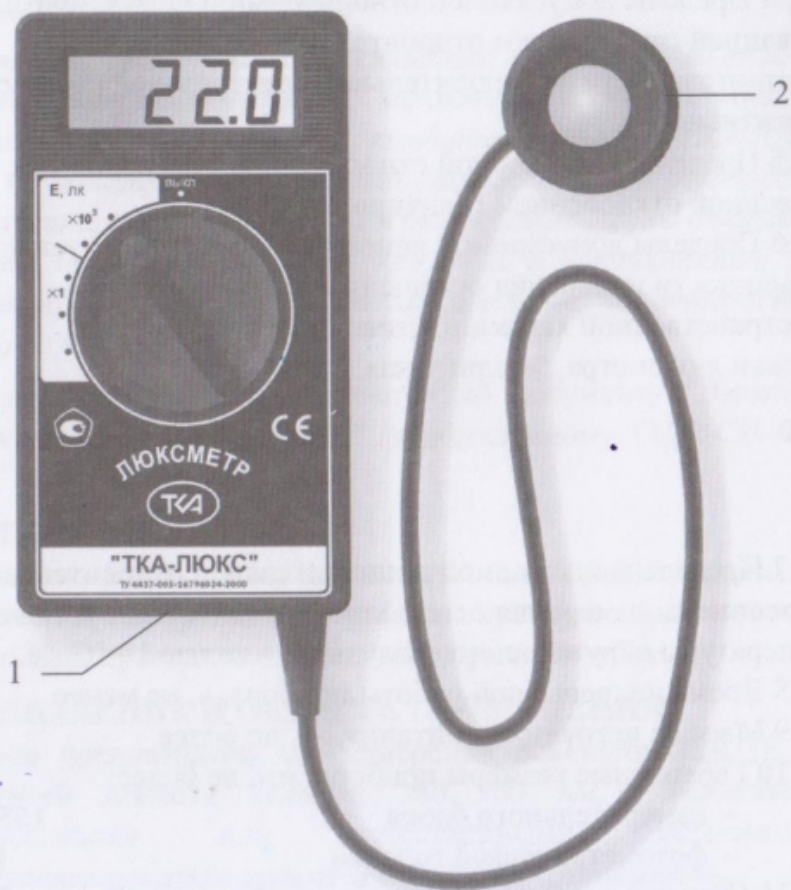

Рис.1 Внешний вид прибора “ТКА-Люкс”
5.1 Люксметр выпускается в компактном портативном исполнении. Конструктивно прибор состоит из двух функциональных блоков: фотометрической головки (ФГ) и блока обработки сигналов (БОС), связанных между собой гибким кабелем (Рис.1).